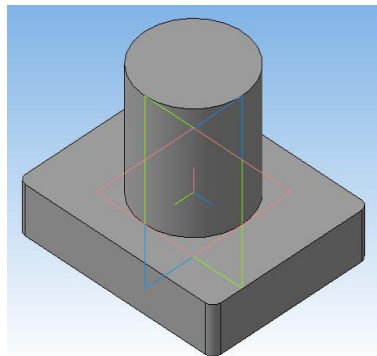

Рис. 4. Обратное направление
9. Затем операцией **Выдавливание**  достраиваем окружность до цилиндра, задав **Обратное направление**  и **расстояние – 50 мм** (рис. 4).